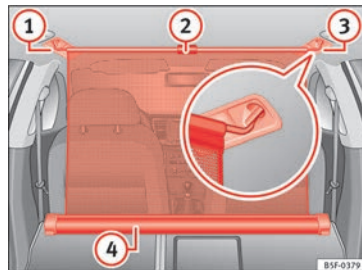

Fig. 169 Na bagageira: rede de separação fixa com os encostos do banco traseiro rebatidos.
- Puxe a aba para cima » Fig. 169 ② para tirar a rede da carcaça » Fig. 169 ④. »
- Prender a rede de separação do lado esquerdo » **Fig. 169 ③** (imagem ampliada).
- Prender a rede de separação no alojamento do lado esquerdo » **Fig. 169 ①** puxando a barra.
A rede de separação está montada corretamente quando as extremidades em forma de T estão fixas com firmeza nos alojamentos correspondentes » **Fig. 169 ③ e ①**.
- Enrole a rede na carcaça » **Fig. 169 ④** baixando-a manualmente.